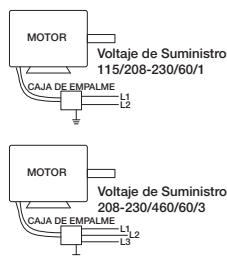

Figura 7 — Diagrama de Cableado Típico
- Monte y conecte el interruptor de desconexión segura que se encuentra debajo de la cubierta del ventilador y conecte el motor según el diagrama de cableado de conexión del motor. Consulte la Figura 7 en la sección Conexión eléctrica. Conecte los interruptores de control a nivel del suelo.
NOTA: Consulte la Figura 7 para conocer el diagrama de cableado de conexión.